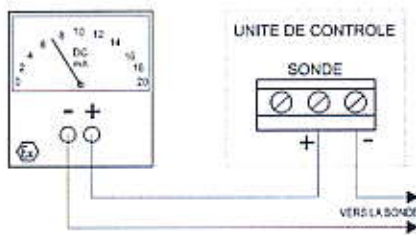

Figure 5. Manière de mesurer le courant
- 3.3 Connecter le multimètre comme sur la figure 5